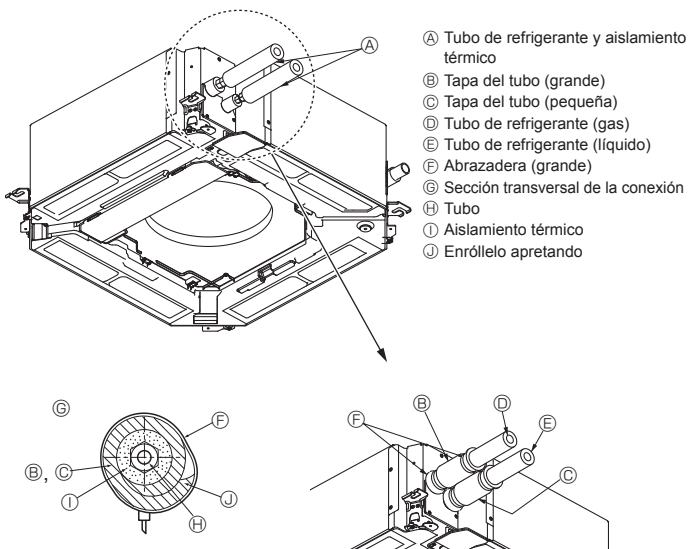

Fig. 3-2
3.2. Unidad interior (Fig. 3-2)